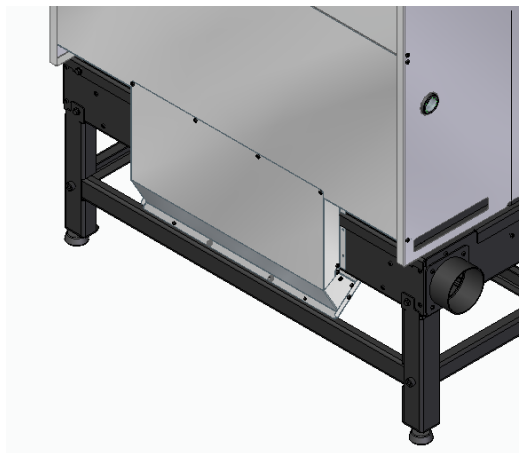

Figura 38
- b) Colocar o conjunto de chapas, fixando-o com os 4 parafusos fornecidos no kit e substituindo os 4 parafusos que foram removidos, Figura 38.